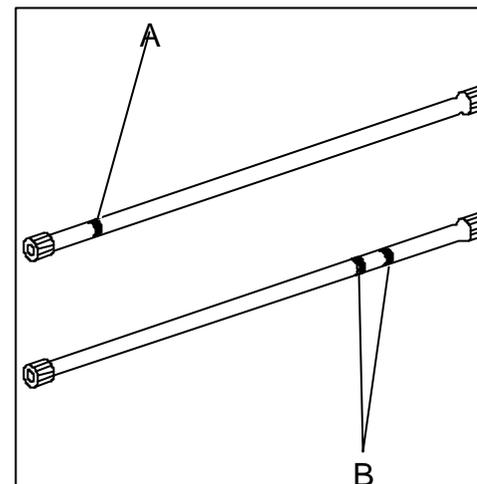

Fig. 2
- N.B.** la barre de torsion gauche est repérée par deux traits de peinture (Rep. a, Fig. 2), celle de droite par un trait (Rep. b, Fig. 2).